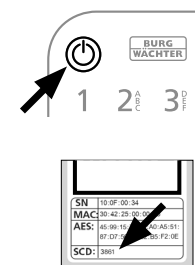

Fig. 3
- Remarque :** Vous trouverez le code de sécurité sur l'autocollant du code QR ci-joint (Fig. 3).